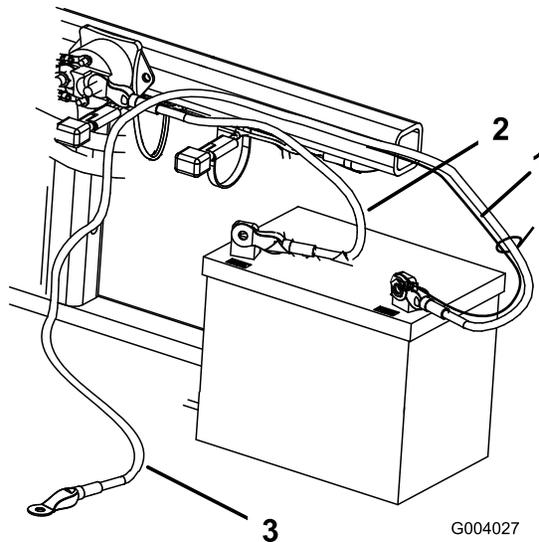

Figure 5
- Fixez le câble positif (rouge) à la borne positive (+) avec un boulon (1/4 x 5/8") et un contre-écrou (Figure 5).
- Fixez le petit câble noir et le câble négatif (noir) à la borne négative (-) de la batterie avec un boulon (1/4 x 5/8") et un contre-écrou (1/4") (Figure 5).